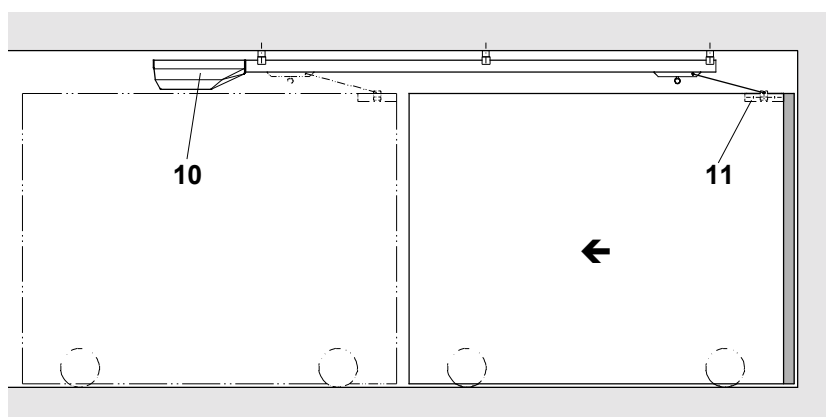

Fig. 2
A) Tête d'entraînement (10) au-dessus de la porte ouverte. Fig. 2